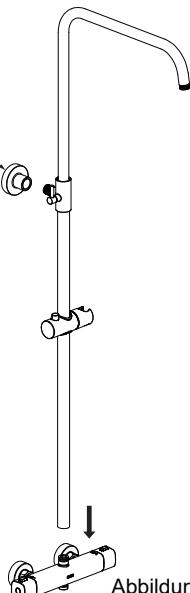

Abbildung 8
- c) Steigrohr mit der Thermostatbrausestange verbinden und die Position des Rohrverbinders an der Wand markieren (Abbildung 8).